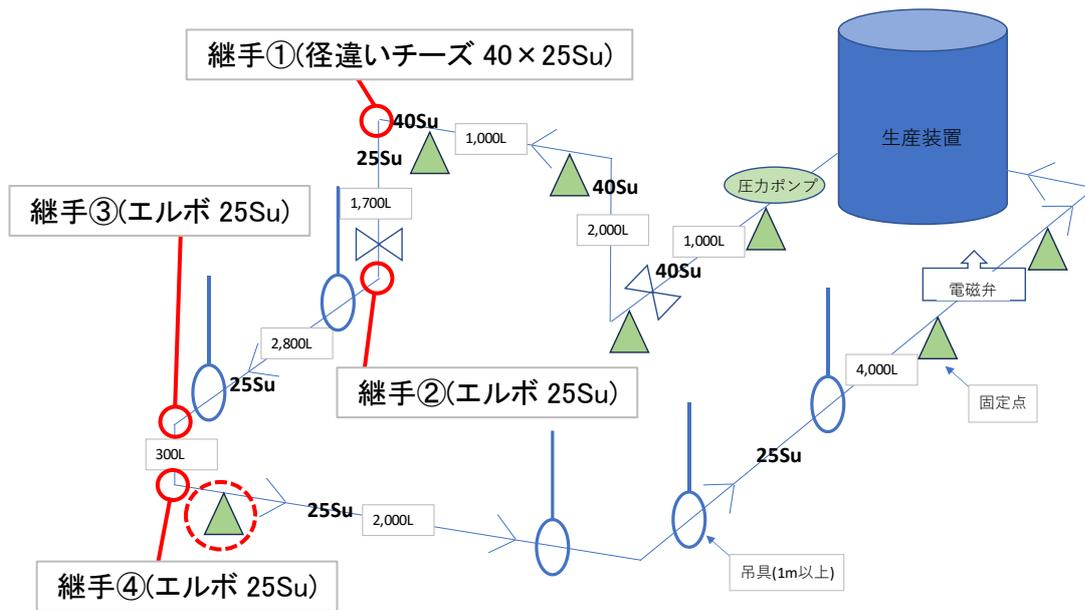

図 4-17 ウォーターハンマー試験Ⅱ概略図
(1) 試験方法
ウォーターハンマーによる振動を想定し、電磁弁を使用して強制的にウォーターハンマーを発生させ、配管経路に設置された継手の袋ナットの緩みを確認する。図 4-17 の通り、ウォーターハンマー試験Ⅰの試験配管に固定点を追加し(図 4-17 の赤点線部)、継手①、②、③、④(図 4-17 赤丸部)について評価を行う。